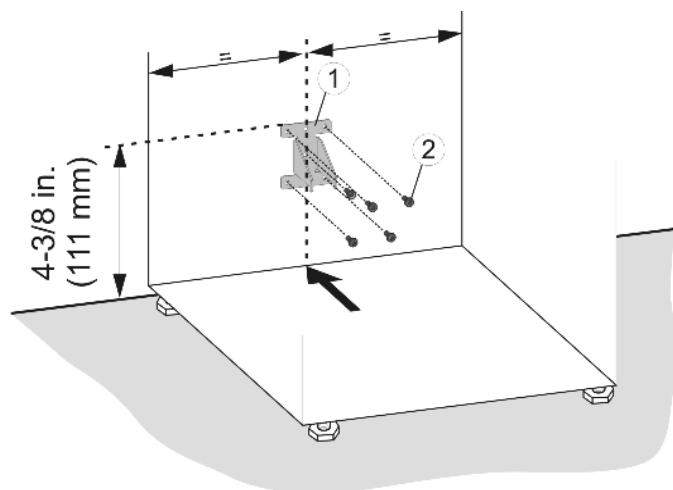

Fig. 21
- ▶ Monte el seguro antivuelco (1) con los tornillos Fig. 21 (2) correspondientes.